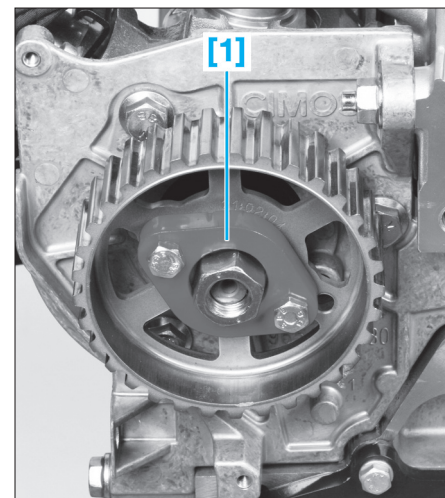
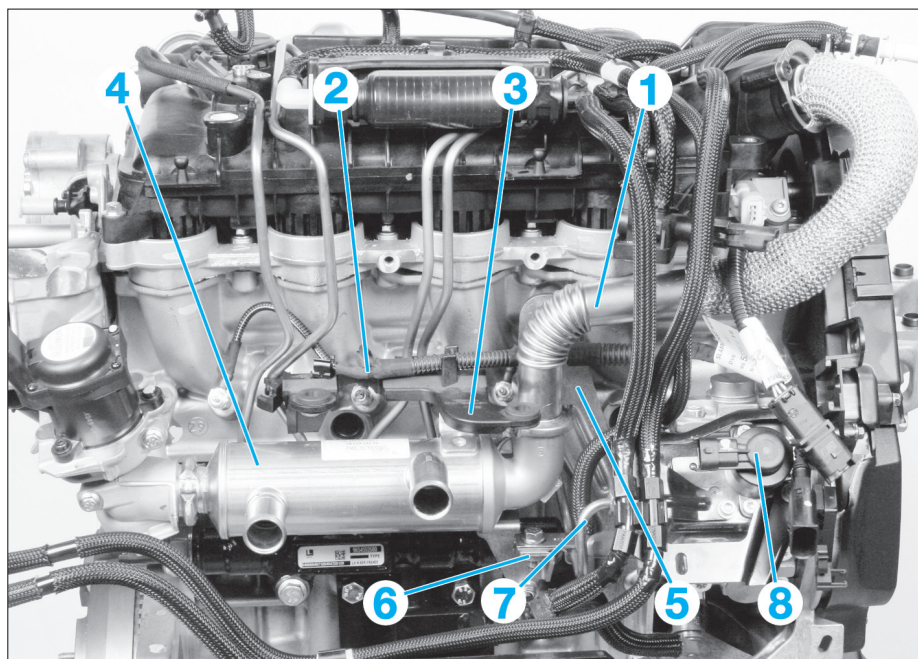

FIG. 51
FIG. 50
- Extracteur [1] (Fig.51).
- la canalisation d'EGR (1) (Fig.50),
- le faisceau (2) des bougies de préchauffage,
- le support (3),
- l'échangeur eau/EGR (4),
- les supports (5) et (6),
- la canalisation haute pression (7) entre la rampe et la pompe et obturer les orifices.
- le régulateur de débit (8),
- Mettre en place l'extracteur [1] de la roue dentée de la pompe haute pression (Fig.51).
- Débrancher les injecteurs (3) et le débitmètre d'air (4).
- Déposer les 2 vis de fixation du guide (5) de faisceau des injecteurs et le dégager de côté.
- Dégager la pompe d'amorçage (6) de son support.
- Débrancher la canalisation de sortie du turbocompresseur (7).
- Débrancher les canalisations de carburant (8).
- Déposer le couvre culasse (9) puis la recouvrir d'une protection.
- l'échangeur eau/EGR (4) (Fig.50),
- les supports (3) et (5) (Fig.50).